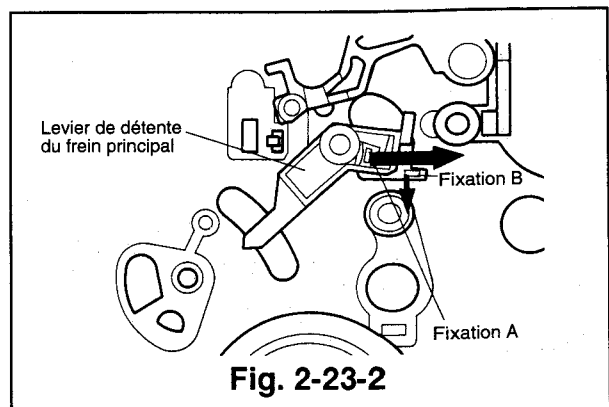

Fig. 2-23-2
- 2) Déposer le frein (SP) et le ressort (SP). (Se référer au Para. 2-14 pour la marche à suivre.)
- 3) Enlever le levier de détente, le frein (TU) et le ressort (TU). (Se référer au Para. 2-16 pour la marche à suivre.)
- 4) Déposer le frein principal (TU) et le ressort J du frein principal (TU). (Se référer au Para. 2-17 pour la marche à suivre.)
- 5) Faire glisser la fixation A du levier de détente du frein principal, et pousser la fixation B en même temps dans le sens indiqué par chaque flèche. Défaire la fixation B du plateau principal pour déposer le levier de détente du frein principal. (Voir la Fig. 2-23-2.)